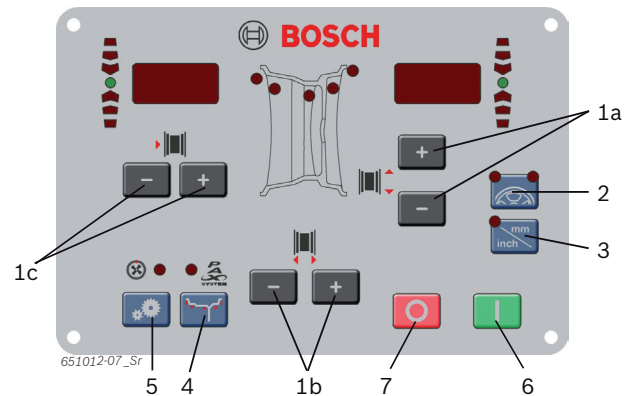

Fig. 6: Tasten Bedienfeld/Anzeigefeld
2. Ermittelten Felgenabstand über <-> oder <+> Taste für Felgenabstand (Fig. 6, Pos. 1) wählen.
4. Ermittelte Felgenbreite über <-> oder <+> Taste für Felgenbreite (Fig. 6, Pos. 1) wählen.
6. Ermittelten Felgendurchmesser über <-> oder <+> Taste für Felgendurchmesser (Fig. 6, Pos. 1) wählen.
2. Die vorhandene Anzahl der Speichen mit den Tasten <-> oder <+> (Fig. 6, Pos. 1) eingeben.